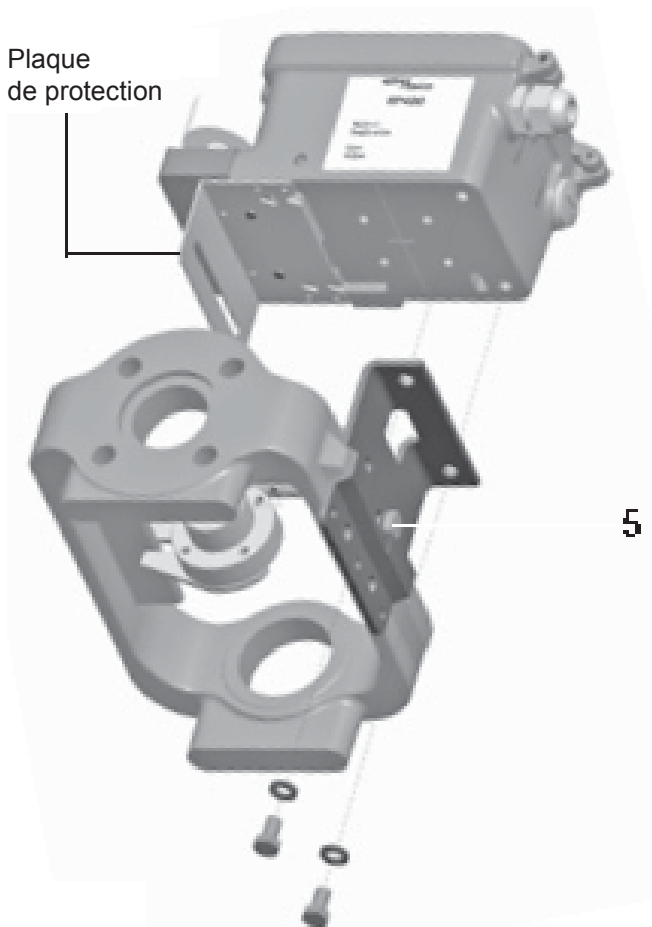
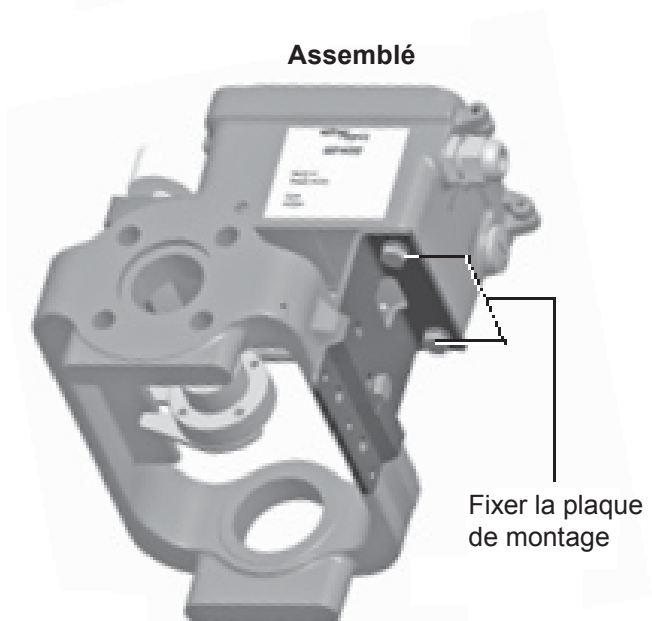

Fig. 13
Fig. 14
Fixer la plaque de montage du positionneur comme montré sur les Fig. 13 et Fig. 14.
Le positionneur SP400 et la plaque de montage étant correctement positionnés, serrer la vis à tête hexagonale (5) suivant le couple 10 - 12 N m pour les servomoteurs à arcade (Fig. 13), et serrer les colliers 'U' (6) suivant le couple de serrage 10 - 12 N m pour les servomoteurs montés sur colonnettes (Fig. 16).
## 7.2 Vannes trois voies (avec réglage de la course (TRAVL) 0 - 100%, voir Figures 14 et 15)